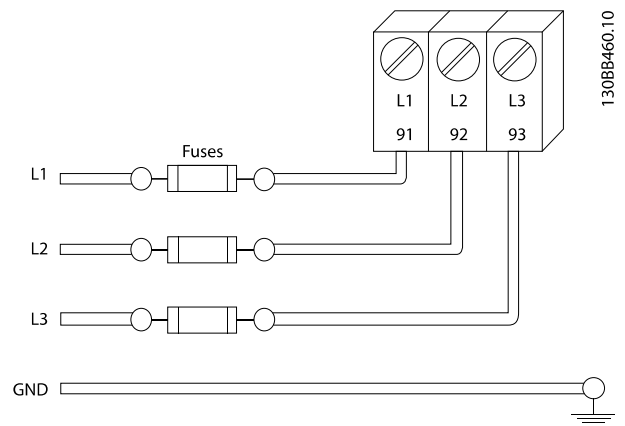

Ilustración 2.7 Fusibles del convertidor de frecuencia
- Todos los convertidores de frecuencia deben contar con protección contra cortocircuitos y sobrecorriente. Se necesitan fusibles de entrada para proporcionar esta protección. Véase la *Ilustración 2.7*. Si no vienen instalados de fábrica, los fusibles deben ser suministrados por el instalador como parte de la instalación. Véase los valores nominales máximos de los fusibles en *10.3 Tabla de fusibles*.